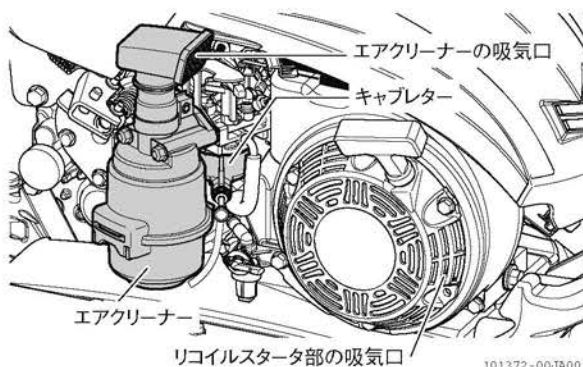

図 4-2 お手入れのしかた
- 水洗いするときは、エアクリーナーの吸気口やキャブレターに高圧の水が直接かからないようにしてください。(図 4-2)
- リコイルスタータ部の吸気口に付いたゴミは、きれいに掃除してください。エンジンの出力低下や破損の原因になります。(図 4-2)